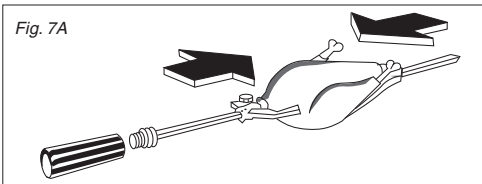

Fig. 7A
- Enfiler une des fourchettes sur la broche. Embrocher la pièce à rôtir. Enfiler la deuxième fourchette. Centrer et serrer en vissant les deux fourchettes (fig. 7A).
- On actionne le tournebroche en tournant la manette four sur le repère (fig. 7A).